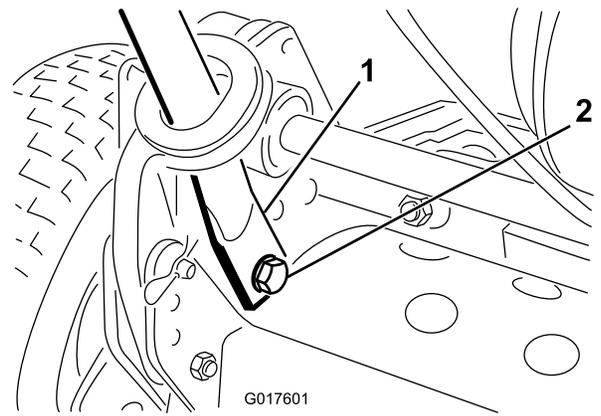

Figura 3
4. Apriete los extremos del manillar hacia dentro e instálelos sobre los pasadores de montaje (Figura 3).
5. Sujete los extremos del manillar a los pasadores de montaje con los pernos, las arandelas y las arandelas de freno que retiró anteriormente (Figura 3).
6. Sujete los brazos del manillar a la parte de atrás del bastidor con las chavetas y los pasadores de anilla que retiró anteriormente (Figura 3).